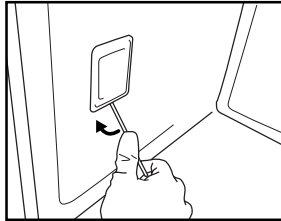

Fig. 5
3. Utilize uma pequena chave de fendas para retirar a cobertura da lâmpada (Fig. 5).